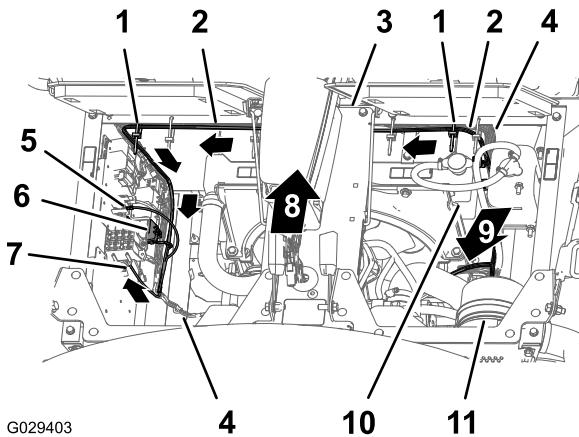

Figura 11
3. Encaminhe a secção de 197 cm da cablagem do compartimento do motor para baixo ao longo do lado esquerdo do radiador, através da parte inferior do painel elétrico (Figura 11).
4. Prenda a cablagem do kit de acabamento à cablagem da máquina com duas braçadeiras de cabos como se mostra na Figura 11.